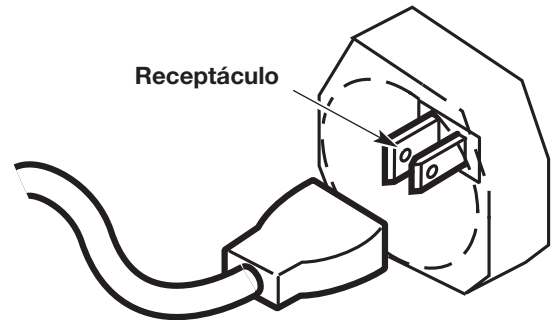

Fig. 10
2. Enchufe el extremo hembra del cable de electricidad en el receptáculo de la parte posterior de la unidad (Fig. 10).